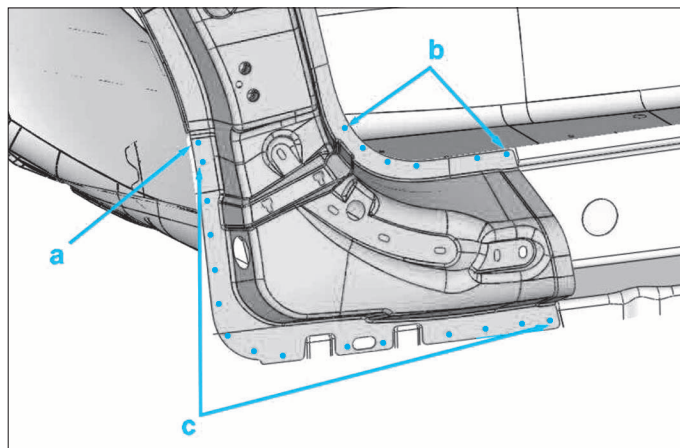

FIG. 54
- les points (a), (b) et (c) (Fig.54).
- (a), (b) et (c) (Fig.54).